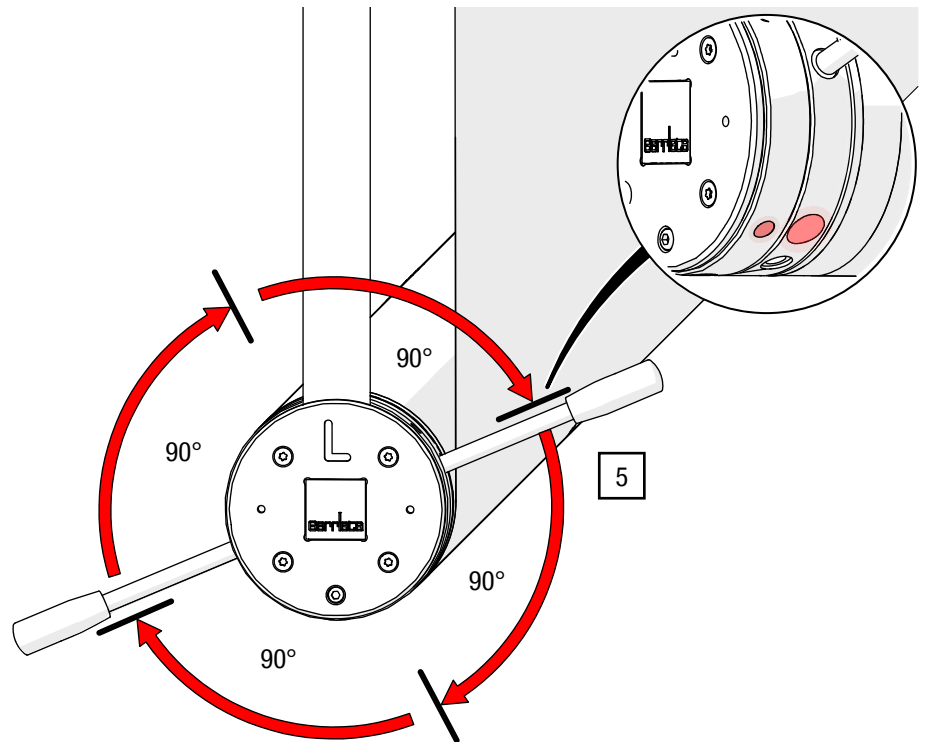

Abb. 32: Wickelfeder mit Spannhebel nachspannen
- Drehen Sie mit den Spannhelmschraubendrehern den Spannungring in Wickelrichtung, bis ausreichend Vorspannung erreicht wurde und achten Sie auf die Positionierung bei einem Indexpunkt (siehe Abb. 32).